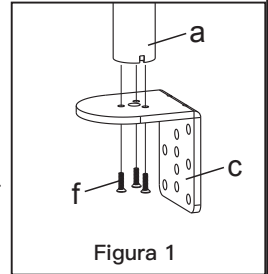

Figura 1
1. Instale Abrazadera-C Sostento (c) al Palo (a) utilizando 3 piezas de M5x14 Tornillos (f), y apriételos usando la Llave Allen (o), véase Figura 1.